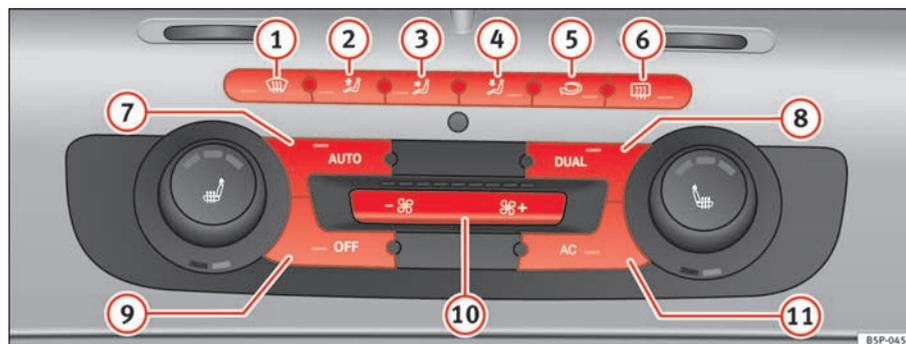

Fig. 129 Comandos do Climatic 2C no painel de instrumentos
- Rodar as rodas de regulação da temperatura ⇒ página 165, fig. 129 9 ou 14 para ajustar a temperatura do lado esquerdo e direito, respectivamente.
- Premir o botão  ⇒ página 165, fig. 129. Aparece «AUTO High» no visor do rádio (velocidade do ventilador alta).
- Premir de novo o botão  ⇒ página 165, fig. 129. Aparece «AUTO Low» no visor do rádio (velocidade do ventilador baixa).